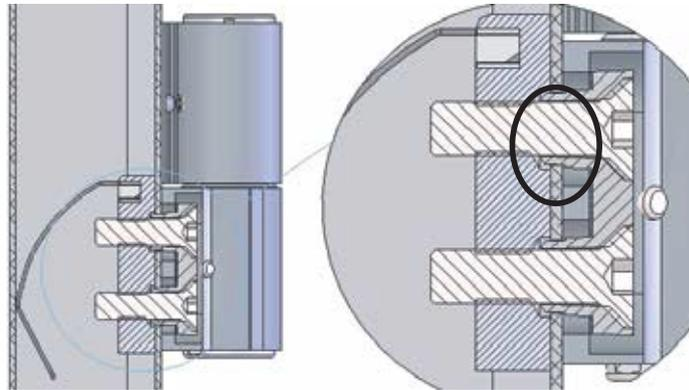

Рис. 18
8.1 Вставить сухари в полупетли так, чтобы втулкообразные бобышки попали в отверстия профиля (Рис. 18).